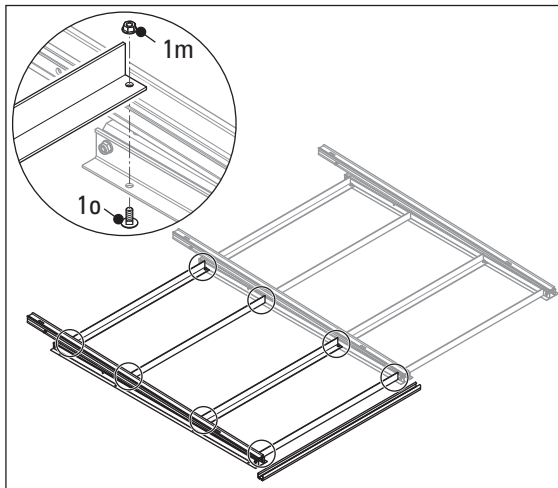

Fig. 3-8 Montage du troisième triangle avec entretoises transversales
8. Orientez le troisième triangle dans la position de montage de votre choix à l'aide du rail de profilé de montage (fig. 3-8).